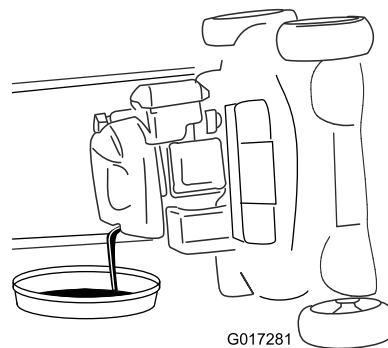

**Figura 33**
3. Retire la varilla girando el tapón en el sentido contrario a las agujas del reloj y tirando del mismo (Figura 33).
10. Observe en la varilla el nivel de aceite (Figura 33).